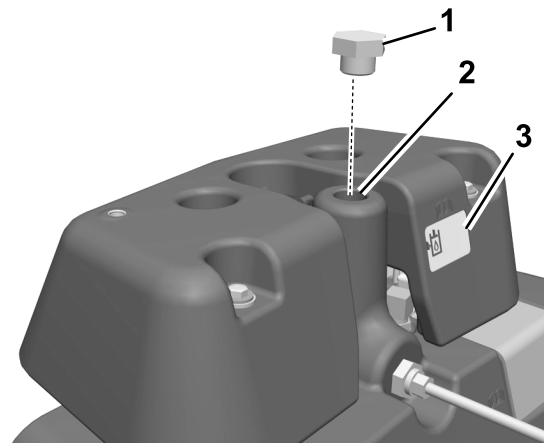

図 10
1. ブリーザを外して捨て、メイン油圧オイルタンクの一番上まで油圧オイルを入れる 図 10。
2. プリーザに代えてプラグを取り付ける 図 10。